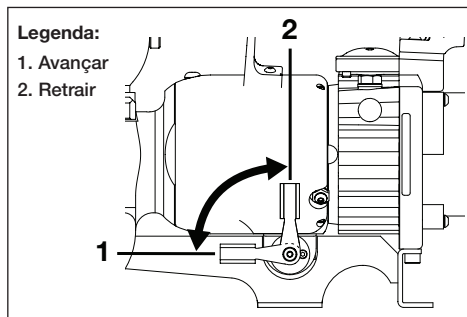

Figura 5, posições da alavanca direcional
A alavanca direcional está localizada na lateral esquerda da ferramenta. A posição da alavanca determina a direção de curso do pistão quando o cortador é operado. Veja a Figura 5.
4. Certifique que a alavanca direcional esteja na posição de avanço (posição 1). Veja a Figura 5.
- 11. Mova a alavanca direcional para a posição de retração (posição 2). Veja a Figura 5.